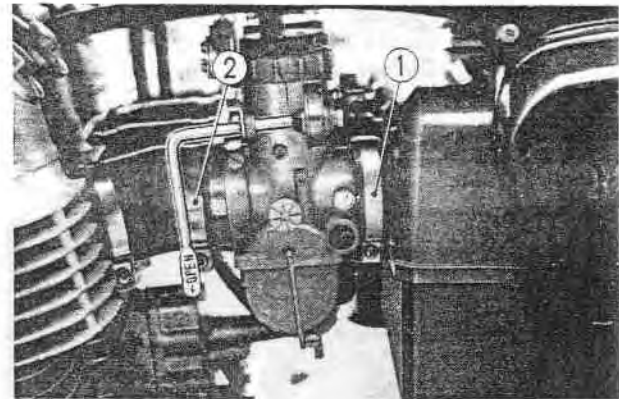

Fig. 6-3 ① Raccordement au filtre à air
3. Desserrer le tube de raccordement du filtre à air ainsi que les colliers isolants et déposer les carburateurs comme un ensemble complet. (Fig. 6-3)